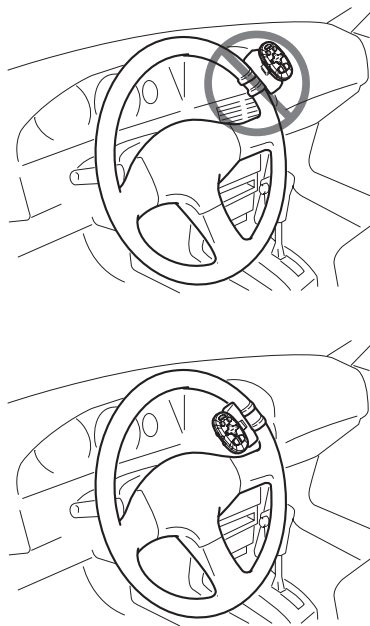

Fig. 14
- Non fissare il comando a distanza alla circonferenza esterna del volante. In caso contrario, la stabilità della guida può essere compromessa, causando incidenti stradali. Fissare sempre il comando a distanza alla circonferenza interna del volante come mostrato nell'immagine. (Fig. 14)